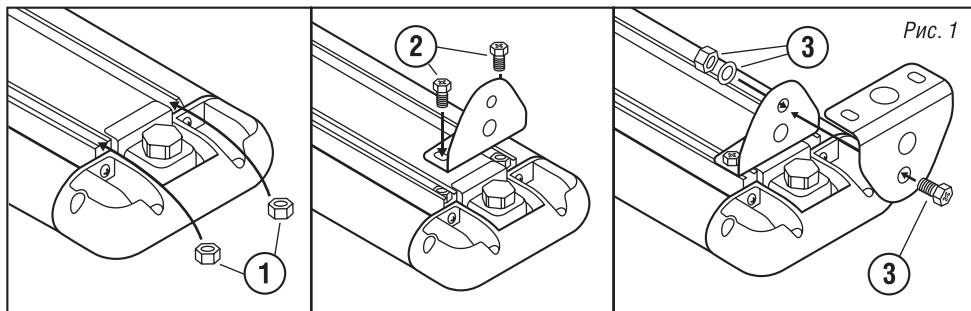
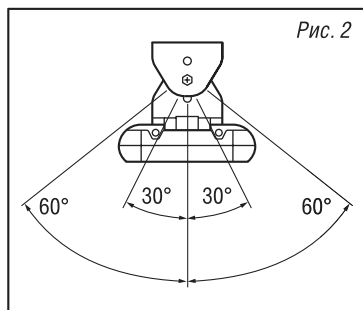
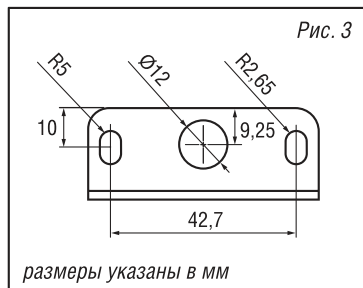

Рис. 1
Рис. 2
Рис. 3
Для крепления монтажных скоб (2 шт.) к светильнику установите гайки в пазы светильника (1), установите скобы и зафиксируйте винтами (2). Далее закрепите 2 ответные скобы на уже установленные скобы, используя винты, шайбы и гайки (3) (Рис. 1). При необходимости светильник может быть установлен под углом при помощи фиксации верхних скоб, рекомендованный угол наклона указан на Рис. 2.
Для крепления монтажных скоб (2 шт.) к светильнику установите гайки в пазы светильника (1), установите скобы и зафиксируйте винтами (2). Наметьте места установки, используя размеры, указанные на **Рис. 3**. Установите 2 ответные скобы на выбранной поверхности с помощью саморезов (в комплект не входят). Установите светильник, соединив скобы между собой, используя винты, шайбы и гайки (3) (**Рис. 1**).